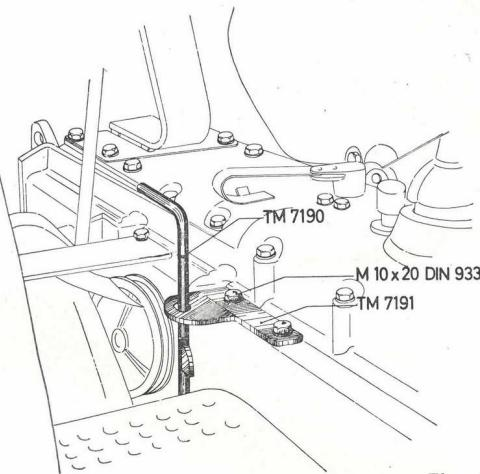

Fig. 8
9. La plaque TM 7191 se fixe par 2 boulons 6 pans M 10×20 sur le carter, à droite (Fig. 8).